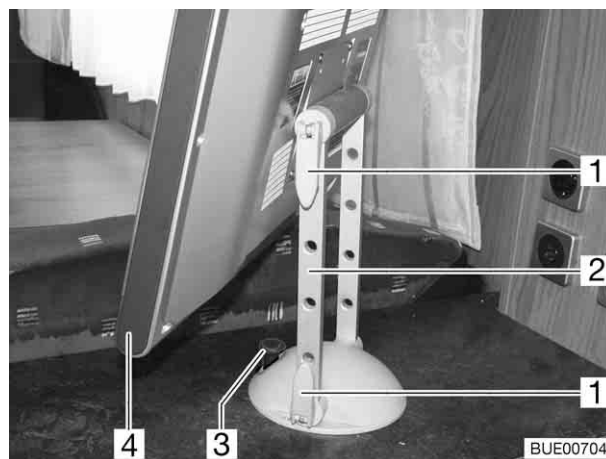

Fig. 216 Fixation de l'écran plat
- Tirer le bouton de déverrouillage (Fig. 216,3) vers le haut, et pivoter l'écran plat (Fig. 216,4) et le support (Fig. 216,2) pour les amener en position souhaitée.
- Débloquer le verrouillage de pivotement. Pour cela, mettre le levier à bascule (Fig. 216,1) à l'horizontale, puis faire pivoter l'écran plat en position souhaitée.
- Pivoter l'écran plat en sens inverse, jusqu'à ce que le bouton de déverrouillage (Fig. 216,3) s'enclenche.
- Si nécessaire, faire pivoter le support (Fig. 216,2) en position verticale (Fig. 216).